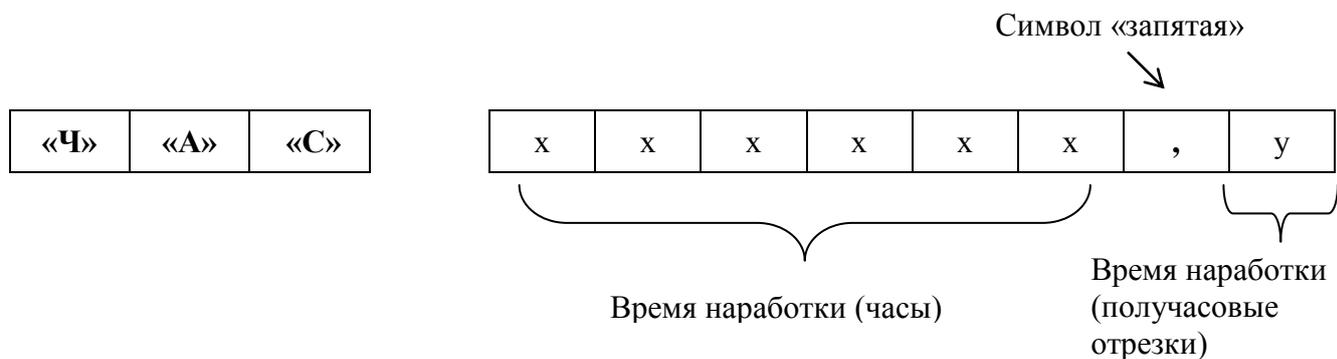

Рис. 26. Отображение счетчика наработки БИТТ-01.
1.5.1.20. Выбор пункта меню «Просмотр счетчика наработки» позволяет просматривать значение счетчика наработки блока БИТТ-01. Приращение счетчика производится каждые 0,5 часа. Отображение производится в формате, показанном на рис.26.